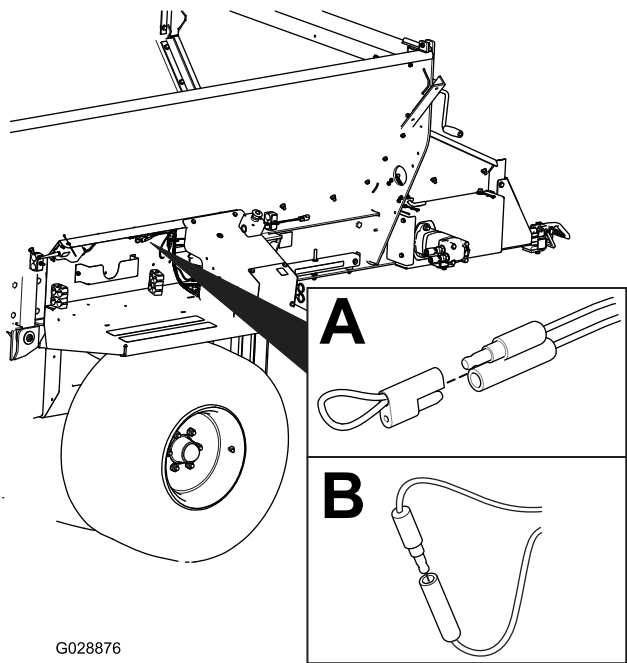

Рисунок 64
2. Снимите привязную крышку с двух диагностических замыкающих соединителей (Рисунок 64, А).
3. Соедините диагностические замыкающие соединители друг с другом (Рисунок 64, В).